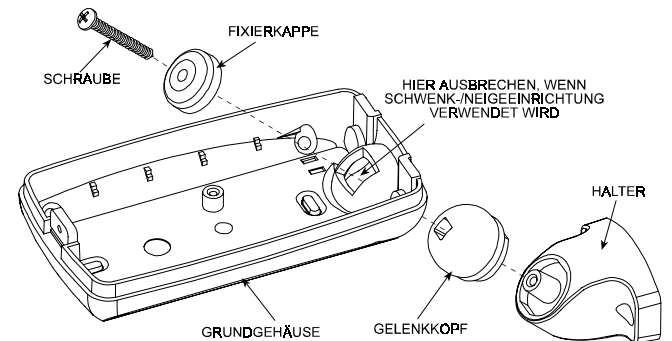

Abb. 6: Montage der Schwenk-/Neigeeinrichtung
C. Brechen Sie den großen quadratischen Durchbruch im oberen Gehäuseteil aus (siehe Abbildung 6).
D. Montieren Sie die Schwenk-/Neigeeinrichtung wie in Abbildung 6 dargestellt.